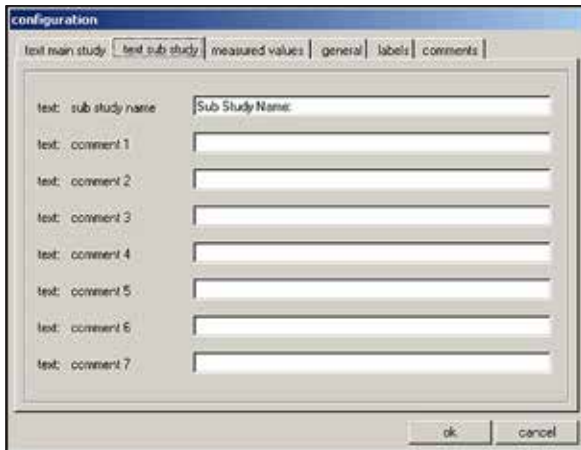

图 36
- 1 **Text main study (主研究文本)** 请参见 (→ 图 36) 中的解释
- 2 **Text substudy (次研究文本)** 请参见 (→ 图 36) 中的解释